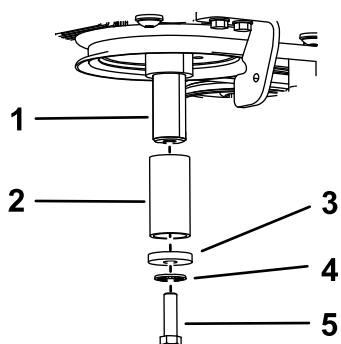

Figure 88
- C. Appliquez du produit antigrippage sur le vilebrequin, puis installez le boulon, la rondelle, la rondelle élastique et une entretoise (réf. Toro 136-5411) sur le vilebrequin (Figure 88).